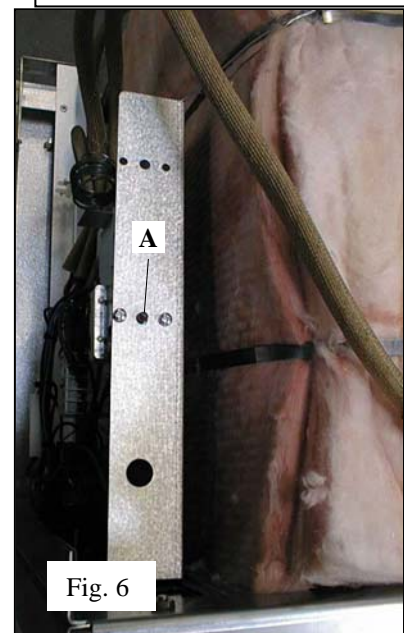

Fig. 6
(FR) Pour réarmer le thermostat limiteur, appuyer sur le poussoir rep. A (fig. 6). **RECHERCHER TOUJOURS** la cause du déclenchement de ce thermostat.
(GB) Press pushbutton item A (fig. 6) in order to reset the limiting thermostat. **ALWAYS IDENTIFY** the reason why the thermostat tripped.
(NL) Druk op drukknop A (fig. 6) om de begrenzingstermostaat opnieuw in te schakelen. De oorzaak van het inwerkingtreden van deze thermostaat moet **IN ALLE GEVALLEN WORDEN OPGESPOORD**.